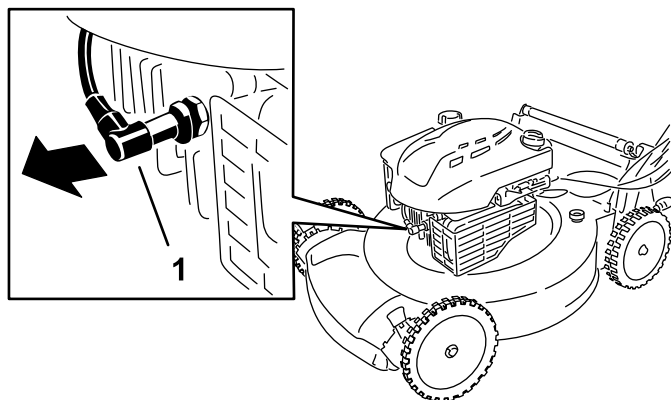

Figura 23
2. Scollegate il cappello dalla candela (Figura 23).